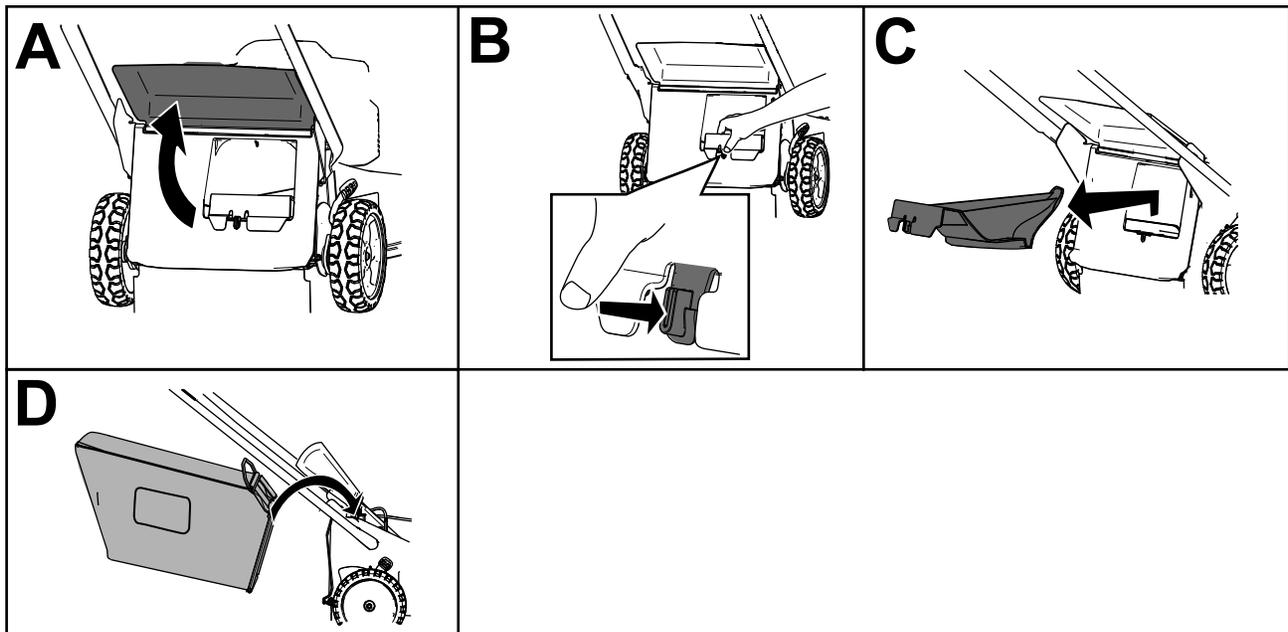

Figure 18
**Remarque:** Pour déverrouiller l'obturateur arrière, tournez le levier situé dessus vers la droite (Figure 18).
3. Soulevez le déflecteur arrière et gardez-le dans cette position (A de la Figure 18).
4. Retirez l'obturateur d'éjection arrière en appuyant sur le verrou avec le pouce et en tirant l'obturateur hors de la machine (B et C de Figure 18).
5. Placez les extrémités de la tige du bac dans les crans à la base du guidon et basculez le bac d'avant en arrière pour vous vérifier que les extrémités de la tige sont bien engagées au fond des deux crans (D de Figure 18).
3. Sortez la tige du bac à herbe des crans à la base du guidon (A de Figure 18).
4. Installez l'obturateur d'éjection (B de Figure 18).
5. Abaissez le déflecteur arrière (C de Figure 18).